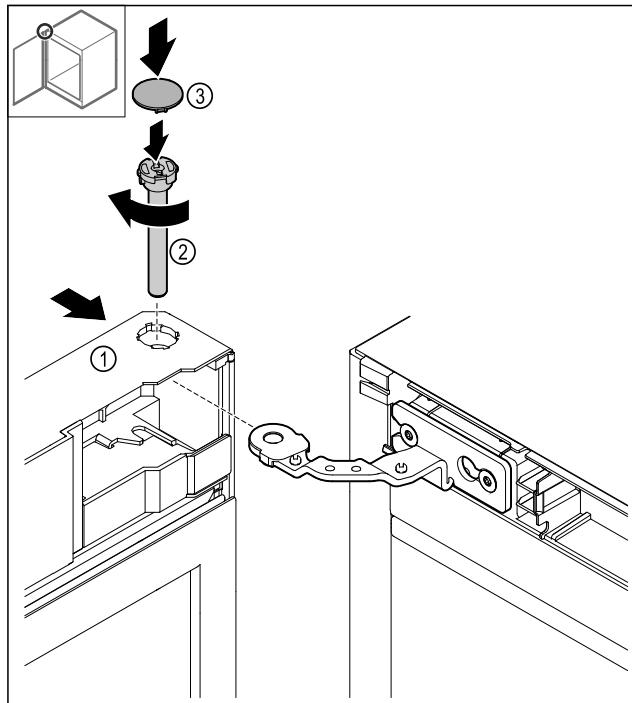

Fig. 48
- Пълзнете вратата Fig. 48 (1) отгоре върху пантата.
- Вкарайте болта Fig. 48 (2) и го затегнете в посока на часовниковата стрелка.
- Нахлузете капака Fig. 48 (4).